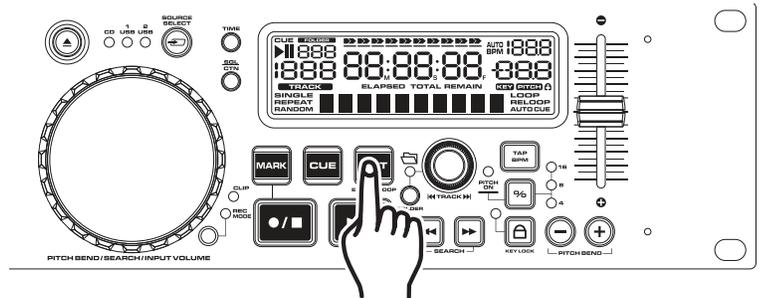

Figura 21
1) Pulse el BOTÓN PLAY/PAUSE (REPRODUCCIÓN/PAUSA) (16) para activar el modo de reproducción.
2) Pulse el BOTÓN OUT/EXIT/RELOOP (18) para establecer el punto final del BUCLE CONTINUO (Figura 21). Los botones de OUT (Salir) y CUE parpadearán indicando que se está ejecutando un BUCLE CONTINUO. Pulse el botón OUT (Salir) de nuevo para salir del bucle.